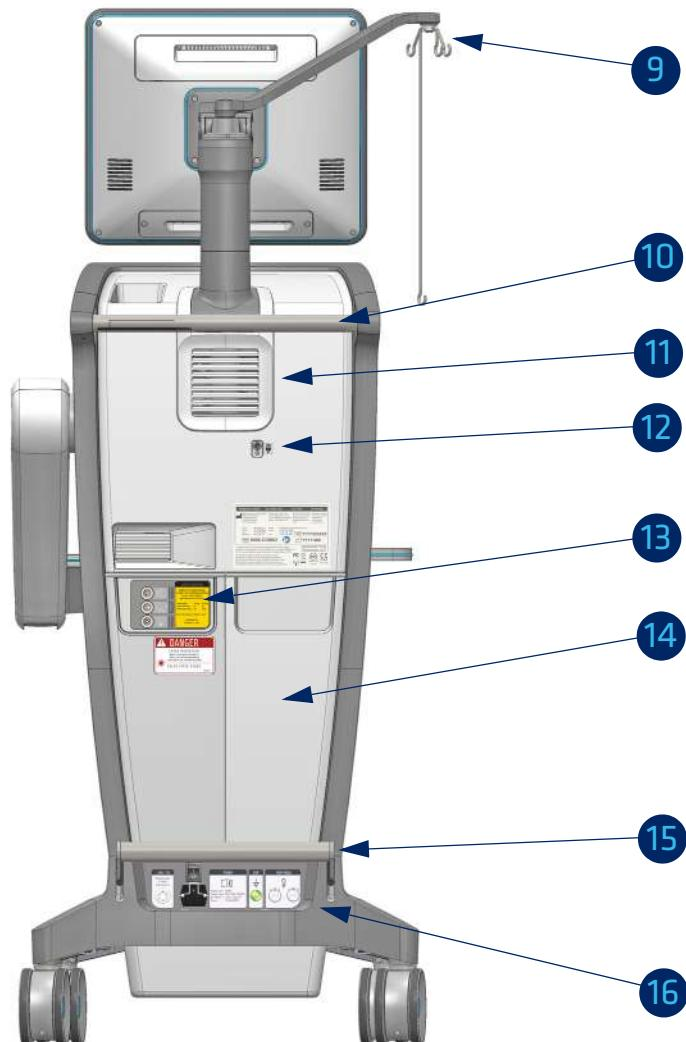

Fig. 5: O Sistema Cirúrgico Oftalmológico, EVA (lado traseiro)
1. Interruptor principal (ver fig. 5, página 42)